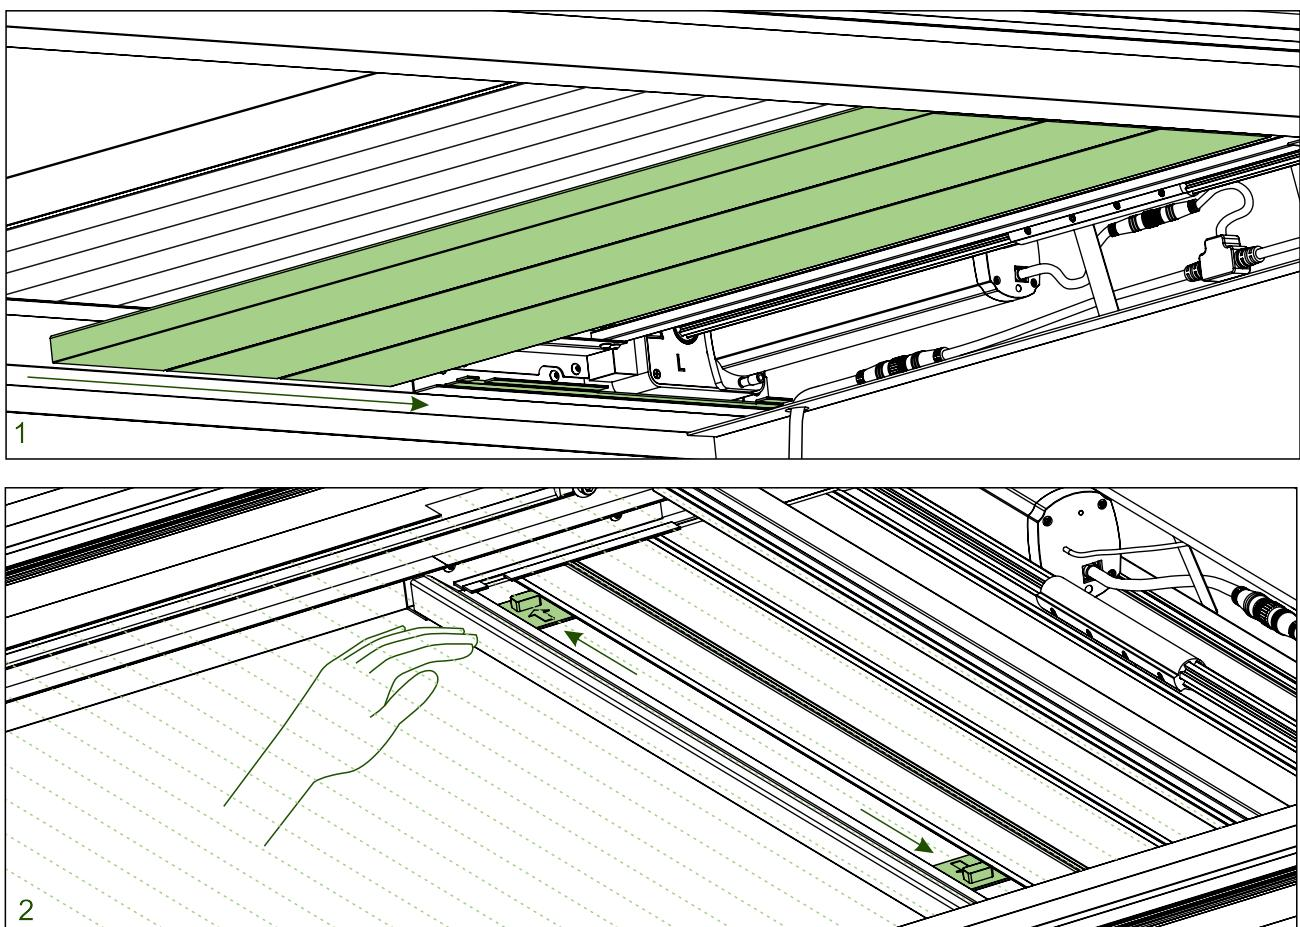

Abb. 31
- 2.** Schieben Sie die Deckenprofilstopper, in dem Sie den Stoff der Markise vorsichtig mit der Hand anheben, in die Aussparung in der Deckenhalterung. (Siehe Abb. 31)